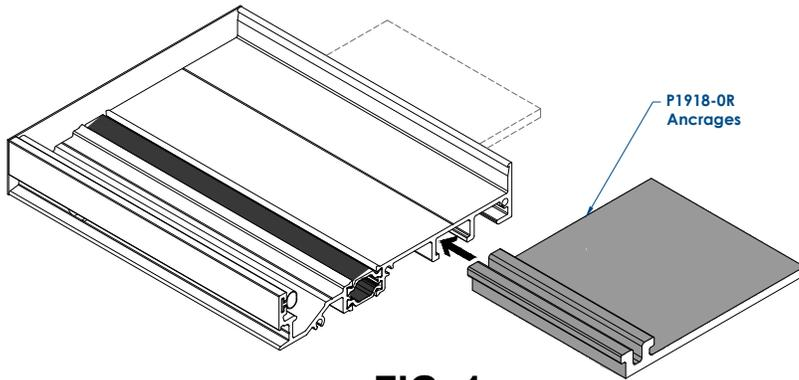

FIG. 1
- Si des ancrages de sangle P2918-OR sont utilisés dans le projet, veillez à les insérer à l'avance avant d'installer les bouchons d'extrémité. Les ancrages de sangle peuvent être temporairement fixés à l'aide de ruban adhésif. **Voir FIG 1.**